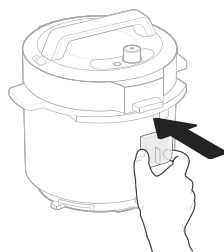

Figura 10.6
3. Vuelva a colocar el colector de condensación. **[Figura 10.6]**